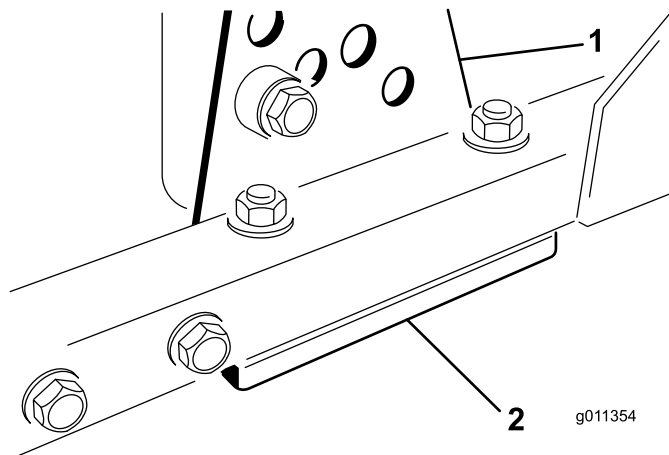

図 101
- 刈り高ブラケット前、左、右のうち 1 つをデッキのフレームから外す 図 101。
- デッキフレームとブラケットとの間に厚さ 1.5mm または 0.7mm のシム、場合によってはこれらの両方を挿入して、希望する刈高を達成する 図 101。